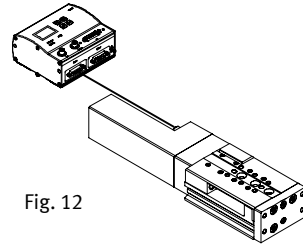

Fig. 12
- Conecte el SLTE-... en la conexión 5 por completo con el controlador (véase Fig. 12).